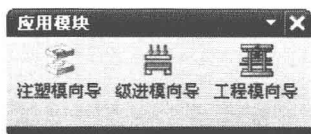

图 1-4 【应用模块】工具条
- ❶ 在启动 NX 软件后,没有打开任何零件的情况下,在 NX 的工具条区域单击右键,在弹出的快捷菜单中选择应用 (Application) 命令,此时屏幕上显示如图 1-4 所